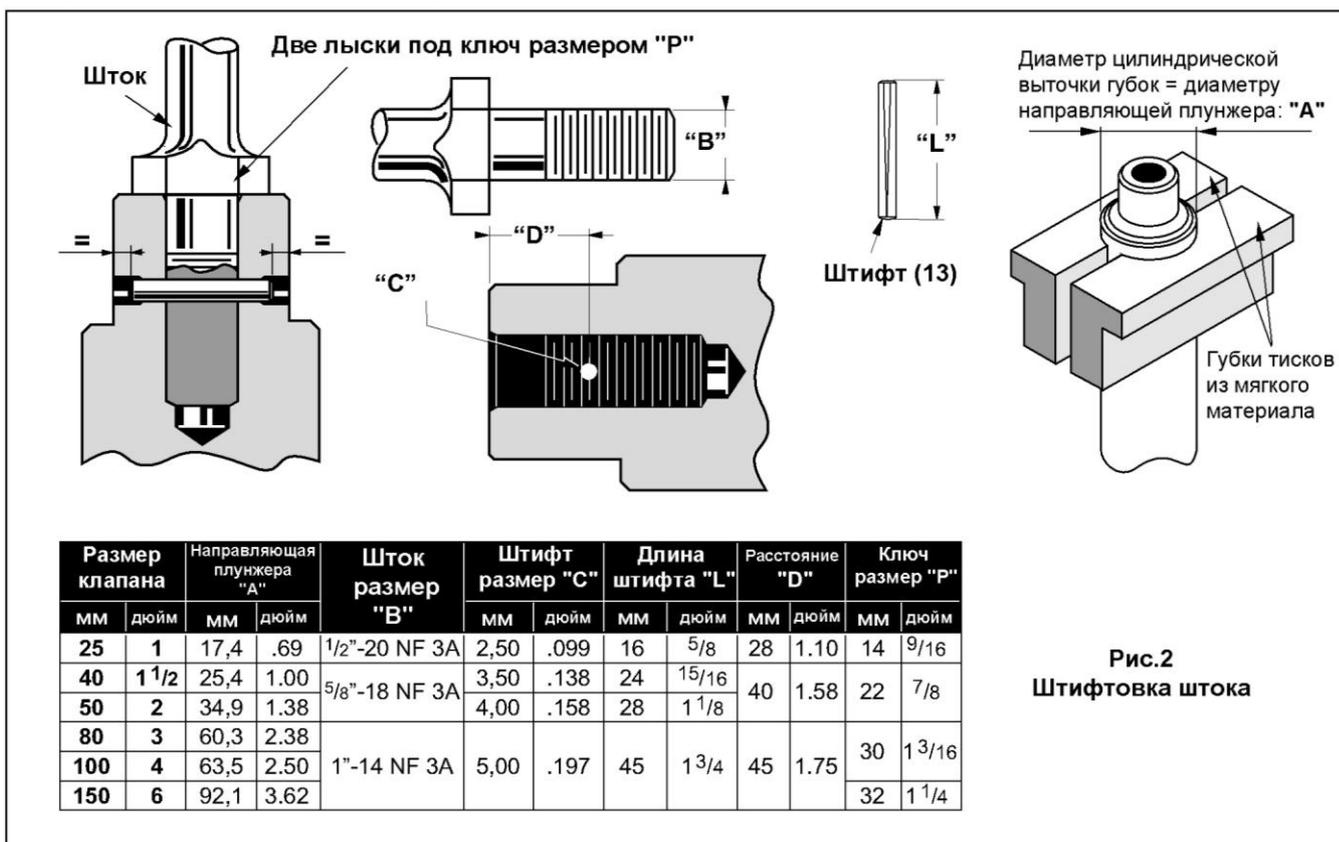

Рис.2
##### 4.5.2. Штифтовка штока (Рис. 2)
**Внимание: Во время процедуры штифтовки соблюдайте осторожность во избежание повреждения уплотнительных поверхностей или направляющей плунжера. Всегда используйте тиски из мягкого металла или пластика и специальное приспособление, чтобы удерживать направляющую поверхность плунжера (см. рис. 2).**
- Зажмите направляющую плунжера в тисках (см. рис. 2).
- диаметру "С" (см. рис. 2)
- Измерьте расстояние "D" (см. рис.2)
- Выберите штифт подходящего размера (см. рис. 2). Нанесите на него небольшое количество смазки и вручную вставьте его в отверстие.
- Забейте штифт в отверстие молотком. После завершения операции убедитесь, что штифт утоплен на одинаковую величину с обеих сторон (см. рис. 2).
- Забейте штифт в отверстие молотком. Убедитесь, что штифт утоплен на одинаковую величину с обеих сторон (см. рис. 2).